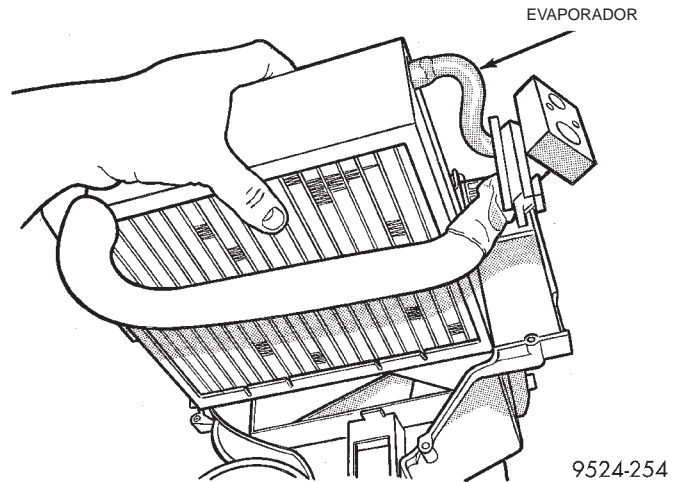

Fig. 91 Desmontaje del evaporador de la caja
(21) Eleve el evaporador para extraerlo de la caja inferior (Fig. 91).